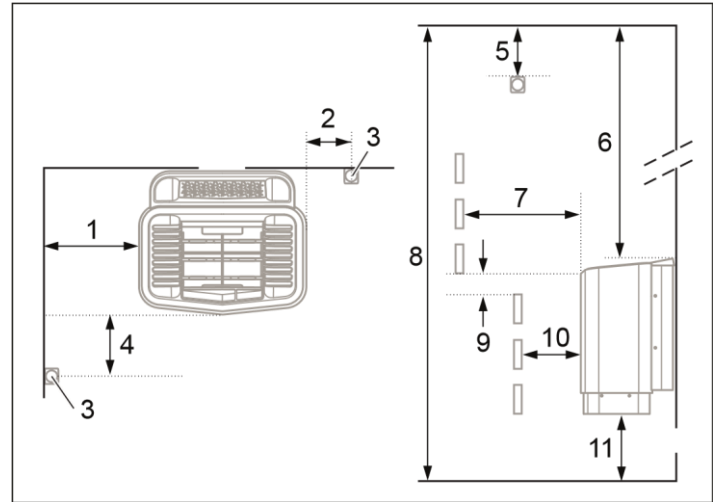

Figura 3: Posizionamento del riscaldatore - installazione normale
- Pianificare il posizionamento del sensore (vedere Figura 3 e Figura 5).
- Posizionare il riscaldatore a una distanza di sicurezza dal piano, dalle pareti laterali e dagli accessori interni (vedi figura 3).
Posizionare il sensore in base all'immagine (vedere la Figura 3).